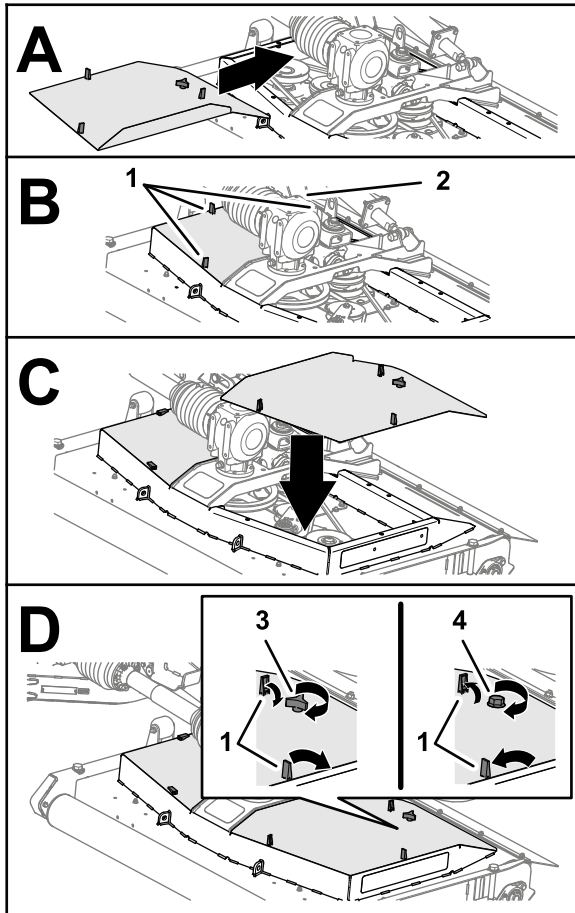

Figura 47
1. Alinhe os trincos da tampa da plataforma do cortador com os orifícios na plataforma do cortador (**Figura 47**).
2. Monte a tampa da plataforma na plataforma do cortador (**Figura 47**).
3. Prenda a tampa (**Figura 47**) da seguinte forma:
4. Prenda os 3 trincos que da tampa da plataforma do cortador (**Figura 47**).
5. Repita os passos 1 a 4 para as outras tampas que retirou (**Figura 47**).